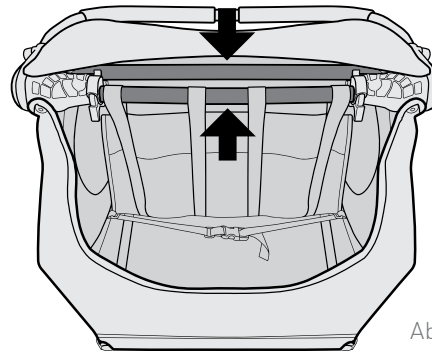

Abbildung 2
2. Greifen Sie durch den Sitz nach dem hinteren Rahmenrohr (Abbildung 2).